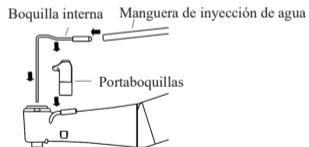

Figura 2
- 4) Coloque la boquilla interna en el soporte de la boquilla. (Figura 2)